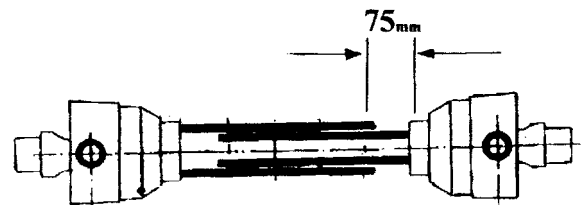

Fig. 10
- (b) Verificare che fra i tubi e le protezioni vi sia una luce di 75 mm circa (Fig. 10). In caso contrario, tagliare entrambe le sezioni con un seghetto e sbavare con una lima tonda.